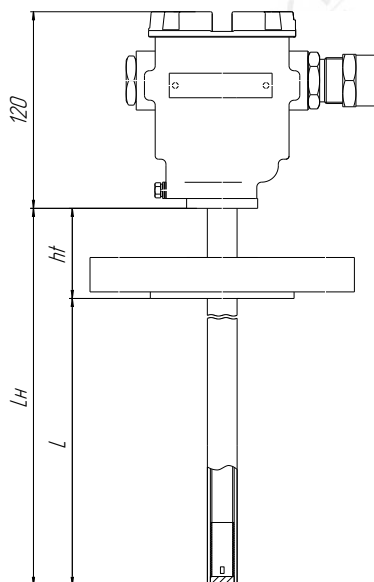

Рисунок 4
Необходимо учитывать, что изменение положения устройства крепления (размера **ht**) приводит к изменению размера **L**, поэтому для однозначной идентификации преобразователя с регулируемым устройством крепления при заказе лучше указывать полную длину направляющей **Lн** (рисунок 4): **Lн = L + ht**.
2.3.1 Для применения преобразователей СЕНС ПТ и СЕНС ПТ-Modbus в средах с температурой, превышающей $60\text{ }^{\circ}\text{C}$ (но, не более $125\text{ }^{\circ}\text{C}$), принимаются меры по охлаждению корпуса (головной части преобразователя), находящейся над резервуаром. Для этого часть направляющей (трубы или соединителя) преобразователя возвышают над резервуаром на расстояние ht , достаточное для охлаждения корпуса (рисунок 4).